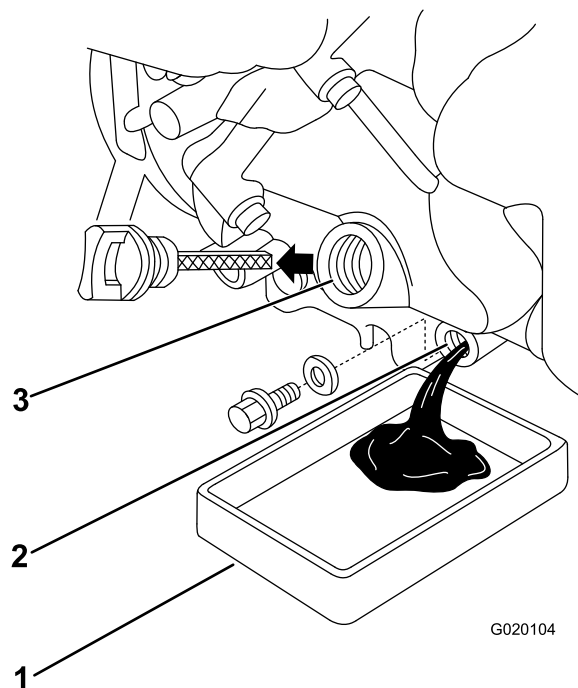

Figura 20
5. Retire el tapón de vaciado y drene el aceite del motor (Figura 20).
7. Retire la varilla y vierta lentamente aproximadamente el 80% de la cantidad especificada de aceite en el motor (Figura 20).